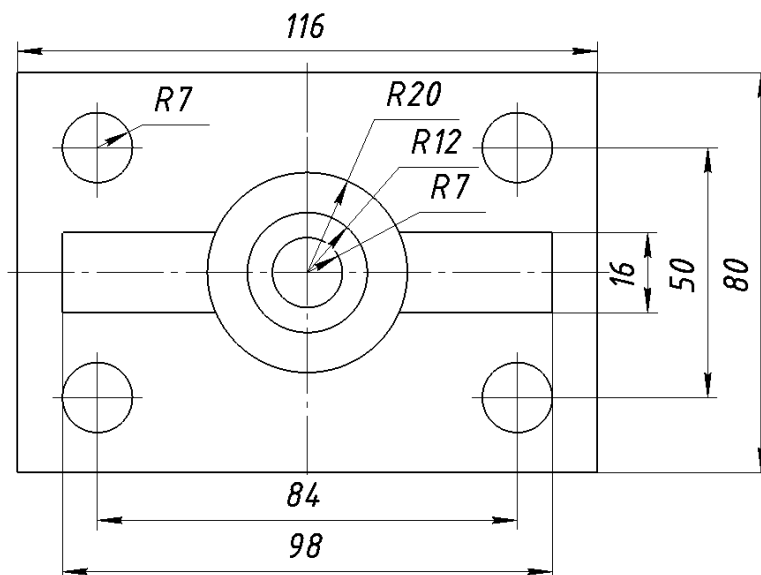

Рисунок 31 – Исходные данные для выполнения задания
Исходными данными для выполнения задания являются изображения детали на главном виде и виде сверху (рисунок 31). При выполнении задания «Разрезы» необходимо использовать несколько взаимосвязанных изображений. В качестве таких изображений выступают виды и разрезы, между которыми должна существовать проекционная связь. Обеспечение проекционной связи при выполнении чертежа в графической системе КОМПАС достигается с помощью использования расширенных команд кнопки «Вспомогательные прямые». Построения с использованием вспомогательных прямых рассмотрены в лабораторной работе № 1. Рекомендуется начинать построения с вида сверху. В этом случае упрощается обеспечение проекционной связи между видами.
3. Постройте вид сверху (рисунок 31).